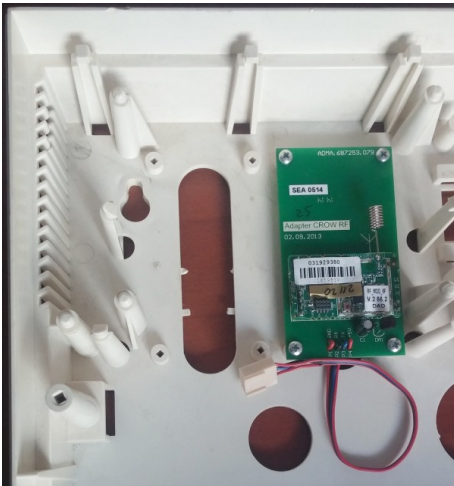

Рисунок 26. Адаптер «Crow – Лунь-11» в корпусе прибора
- **«Адаптер CROW-Лунь-11»** – установить в корпус прибора – рисунок 26;